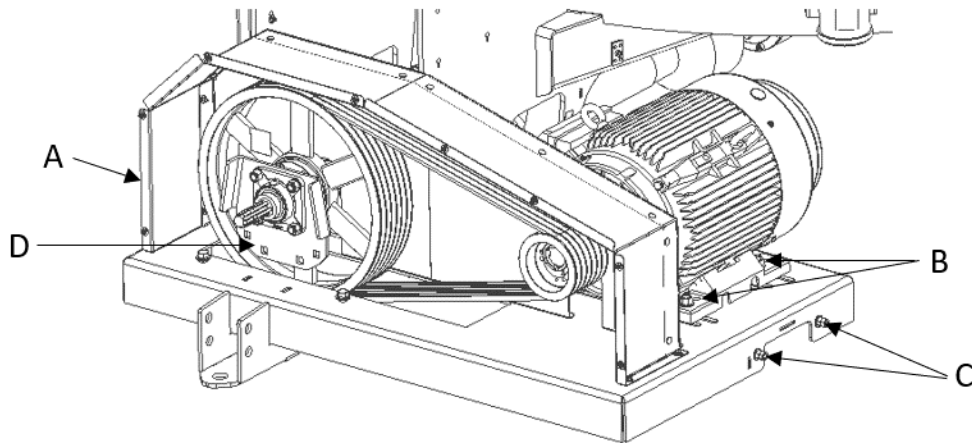

Figure 38 — Remplacement des courroies de la transmission
2. Enlevez la garde de protection (Figure 38, repère A).
3. Dévissez légèrement les quatre (4) écrous à la base du moteur (Figure 38, repère B).
4. Dévissez les deux (2) écrous sur le côté du tablier (Figure 38, repère C).
6. Retirez la plaque de montage frontale (Figure 38, repère D).
8. Remettez les courroies sous tension en vissant les deux (2) écrous sur le côté du tablier (Figure 38, repère C).